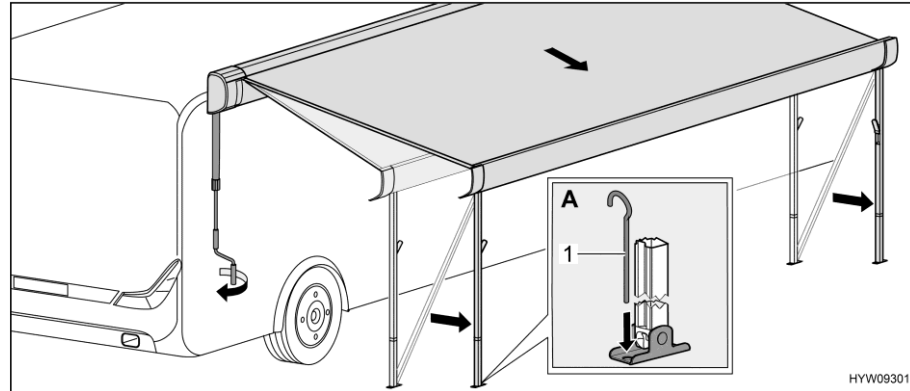

Fig. 45 Mover el toldillo a la posición final
- Fijar los pies de apoyo en el suelo usando piquetas (Fig. 45,1) (Fig. 45,A).